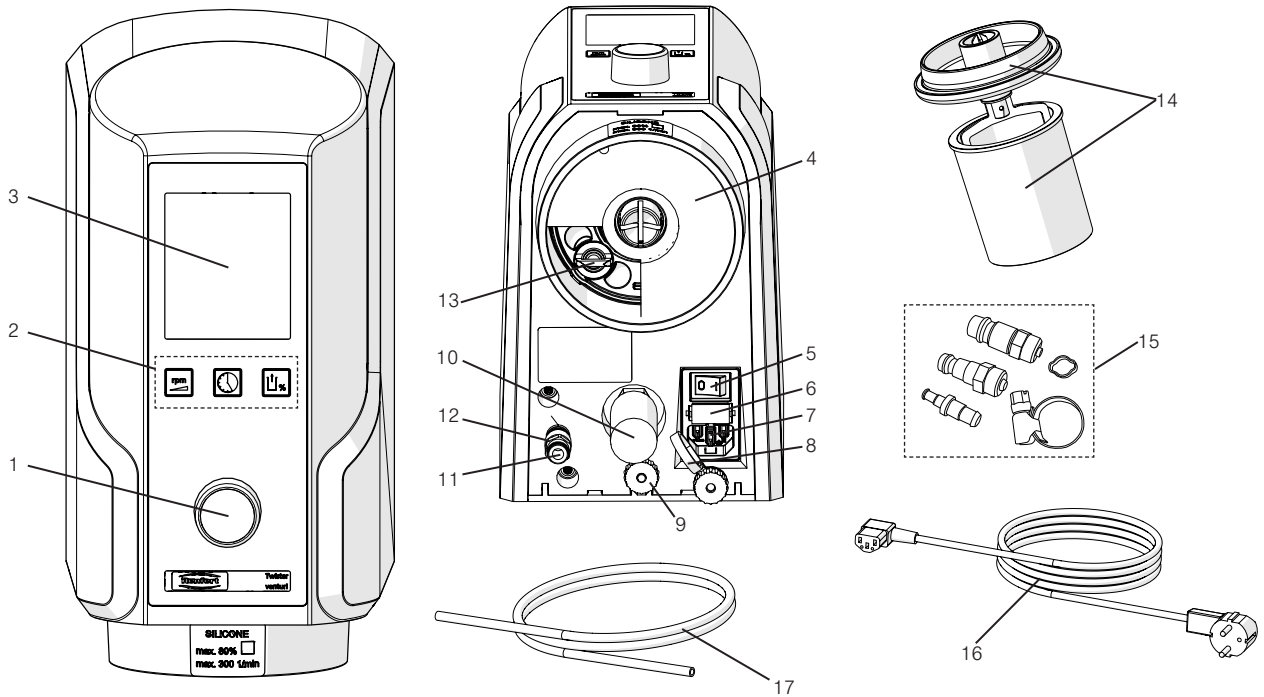

図. 1
1. エアーホース (17) をエアージョイント (11) のホースジョイントの縁までしっかりと差込みます。その際、軽く抵抗を感じます。
2. 圧縮エアーネット (15, 図. 1) に接続させるために同梱セットから適切なホースカップリングを選び、ホース末端部に取り付けて下さい。
装置はメインスイッチでオン、オフできます (5, 図. 1)。